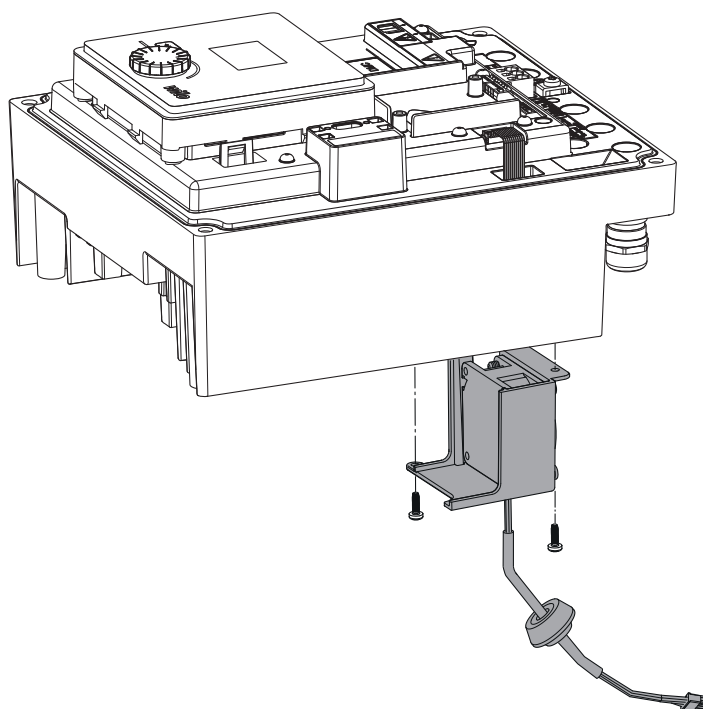

Fig. 48: Fjernelse af modulventilatoren inkl. kabel og gummitætning
- Tag modulventilatoren af, og løsn kablet med gummitætningen fra modulunderdelen (Fig. 48).